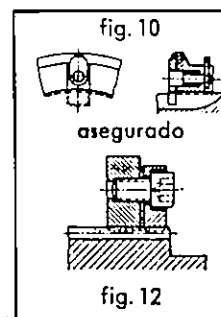

fig. 10
**Tuerca con estrías** (Fig. 10 y 11). Los embragues hasta el modelo 39 van provistos de tuercas con estrías para la regulación de precisión. Caso de que se tengan que ajustar estos embragues, se quita el seguro levantando el fijador de tirante (véase la Fig. 11), se gira la tuerca en  $1/12$  de una vuelta a la derecha y se vuelve a asegurar. Hay que observar que después del ajuste, el fijador de tirante penetre en uno de los 24 agujeros del platillo que se encuentra detrás de la tuerca.